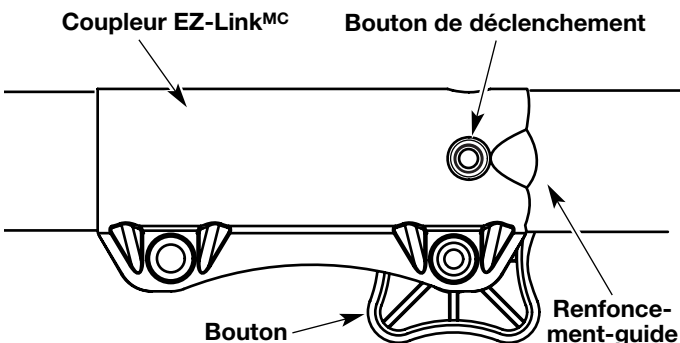

Fig. 24
1. Dévissez le bouton vers la gauche (Fig. 24).
2. Appuyez sur le bouton de déclenchement et maintenez-le enfoncé (Fig. 24).
**NOTE :** aligner le bouton de déclenchement avec le renforcement-guide facilitera l'installation (Fig. 24).